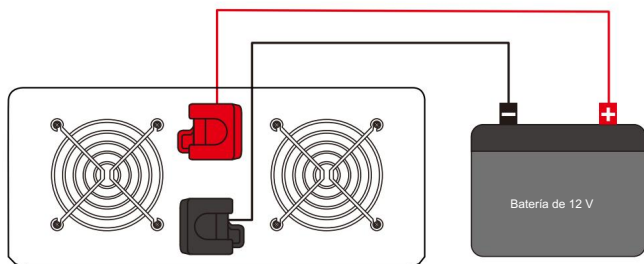

Figura 3
Diagrama de conexión de la batería. (Ver Figura 3)
- Consulte el diagrama de cableado en la Figura 3.